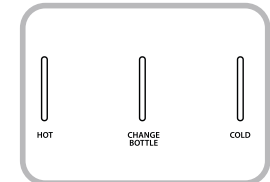

Fig.3
6. Allumez l'interrupteur d'eau chaude, attendez quelques minutes, puis allumez l'interrupteur d'eau froide. Laissez l'appareil atteindre les températures minimales d'eau froide et chaude. Cela prend environ 45 - 65 minutes et est indiqué par l'extinction des Lumières Indicateurs. (Fig. 3)